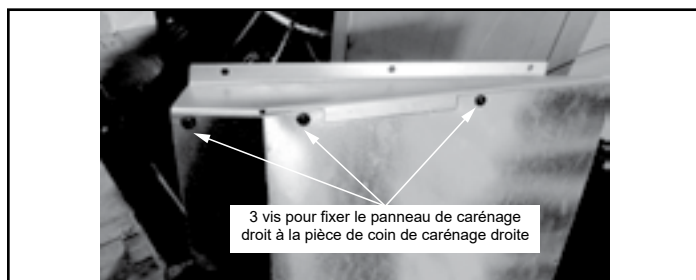

Figure 21.5
8. Assemblez le coin droit du panneau de carénage et le panneau de carénage droit à l'aide de 3 vis (**Figure 21.5**).